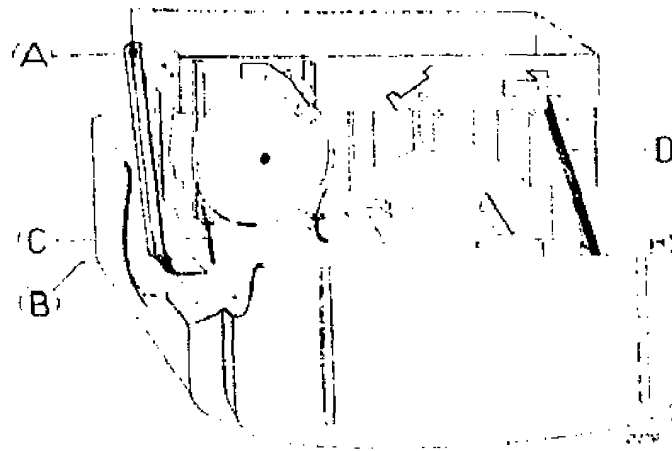

Fig. 6
Deze ontvanger is zoodanig geconstrueerd dat voor het meerendeel der bewerkingen aan het chassis dit niet behoeft te worden uitgekast, doch dat kan worden volstaan met het chassis buiten de kast te draaien, zooals aangegeven is in fig. 6.
5. De schroeven, in fig. 6 aangegeven door A en B iets los te draaien.
8. Het chassis kan dan naar buiten worden gedraaid (zie fig. 6). Hierbij moet er echter op worden gelet dat de schuifkabels, speciaal kabel C, naar de schaal niet te strak worden gespannen.